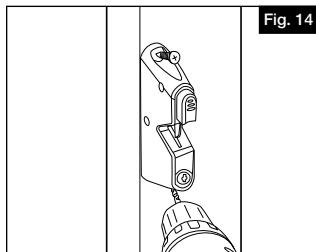

Fig. 14
- b. Aligner le loquet sur les avant-trous, puis fixer le loquet au poteau à l'aide de deux vis de $1"$ (2,54 cm) (Fig. 14).